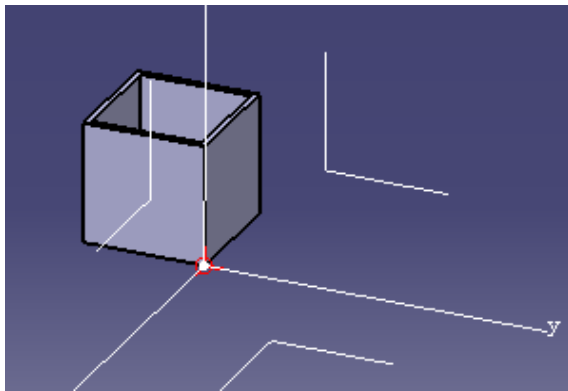

图 16-21
(2) 点击 Generate 键，其效果见图 16-21。